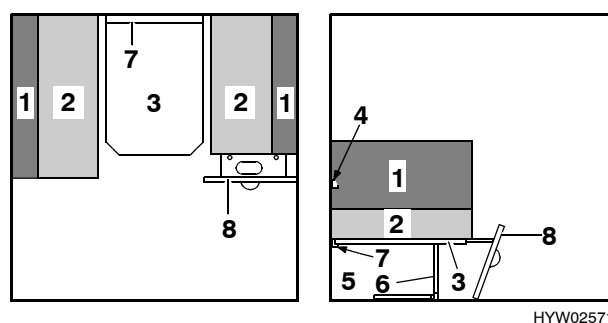

Fig. 33 Durante la trasformazione (non su Troll 530)
- Introdurre il piano del tavolo (Fig. 33,3) nella guida inferiore (Fig. 33,7) con un angolo di 45° e deporlo sul pavimento con il piede del tavolo ribaltato (Fig. 33,6).
- Aprire lo sportello prolunga letto (Fig. 33,8) ribaltandolo.